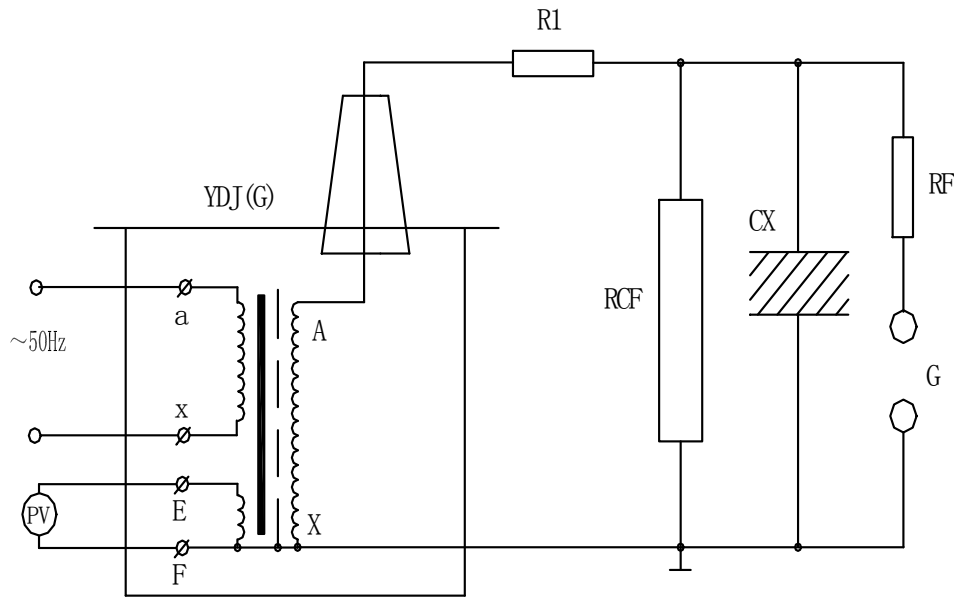

图 6：被试品工频耐压试验接线图
1、YDJ- (G)、TDM (G) 试验变压器做被试品的工频耐压试验使用接线原理图见图 6。
在工频耐压试验中，低压侧测量电压（仪表电压）不是非常准确的，其原因是由于试验变压器存在着漏抗，在这上个漏抗上必然存在着压降或容升，使试品上的电压低于或高于低压侧测量电压表上反映出来的电压。工频耐压试验时，被试品上的电压高于试验变压器的输出电压，也就是所谓容升现象。感应耐压试验时，试验变压器的漏抗必须存在着压降。为了准确测量被试品上所施加的电压，因此常在高压侧接入 RCF 阻容分压器来测量电压（见图 6）。